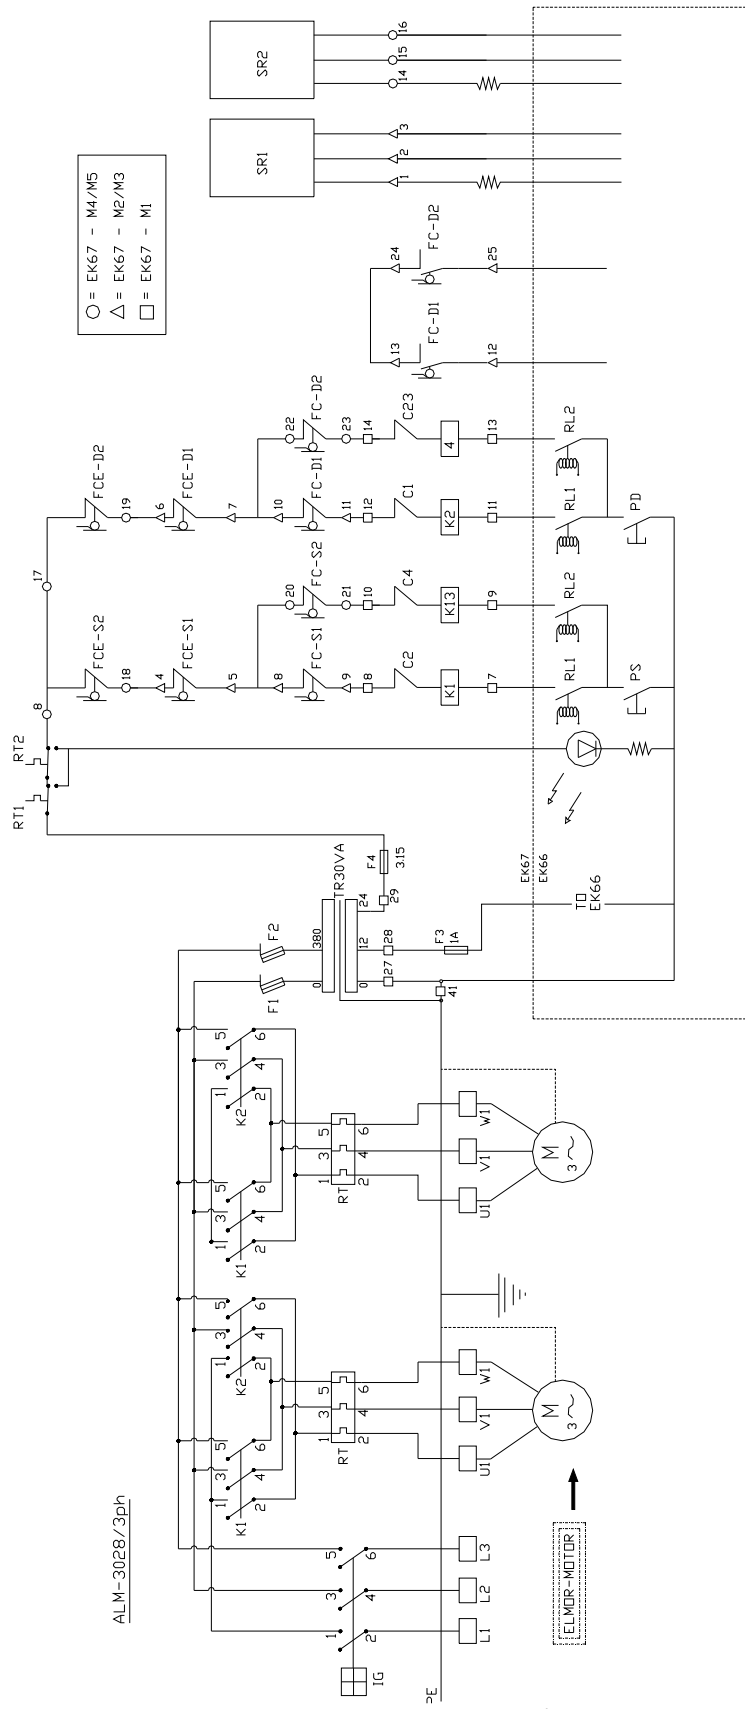

Fig.33
2. Gebruik het elektrische schema (Fig.33) voor de aansluiting op het elektrische net. Sluit de kabel aan in de schakelkast. Indien de voltage afwijkt van de voltage zoals aangegeven op de hefbrug, verander dan de aansluiting op de elektromotor en de trafo en vervang de thermische beveiliging (bestel deze bij uw leverancier) Sluit de kast en bedien de schakelaars omhoog / omlaag. Indien deze omgekeerd werken draai dan de 2 fasesdraden om (Fig.31).